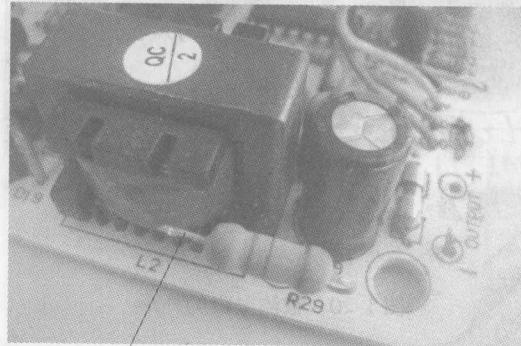

图 1-17 焊开电阻器一只引脚
② 把电路中被测电阻器按图 1-17 所示将一只引脚与电路焊开，进行以下检测。